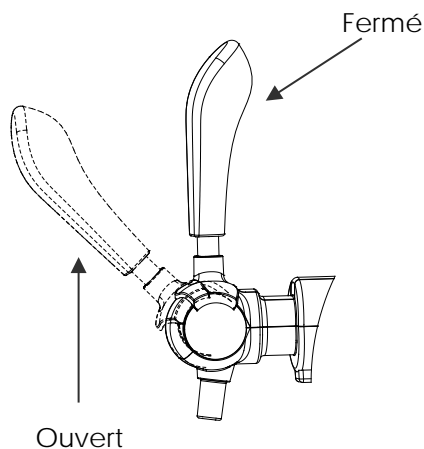

Figure 12
Remarque : vérifiez que le robinet est fermé lorsque vous raccordez le tuyau et l'adaptateur (figure 12).
6. Placer le levier du robinet à 45 degrés permet de verser la bière de la tireuse à bière (figure 12). Le débit de bière et de mousse peut être contrôler par la molette de régulation de pression.